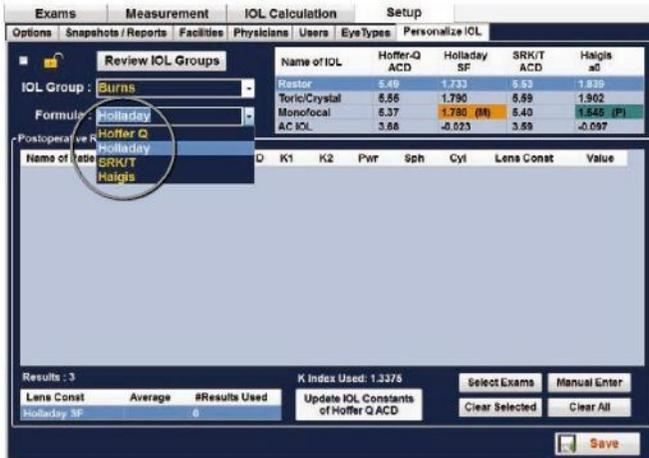

Figura 5-73 Selezionare la Formula
7. Utilizzando il mouse selezionare la formula da utilizzare. Si veda la figura 5-73 nella pagina seguente.